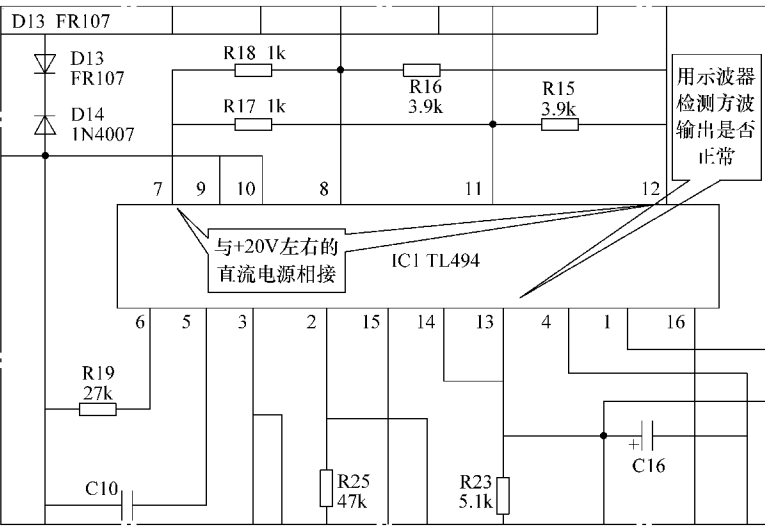

图 13-1 波形检测法操作示意图
1) 用 +20V 左右的直流电源接在开关电源集成电路 TL494 电源的⑫和⑦脚，用示波器检测脉宽调制电路输出⑬脚 50kHz 方波输出是否正常。如图 13-1 所示。